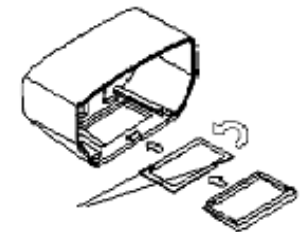

Рис. 6.15
- выдвинуть линзу, повернуть ее на 180° (рис. 6.15), установить в крышку так, чтобы **одинарный вырез был направлен внутрь корпуса, а гладкая сторона линзы наружу**;